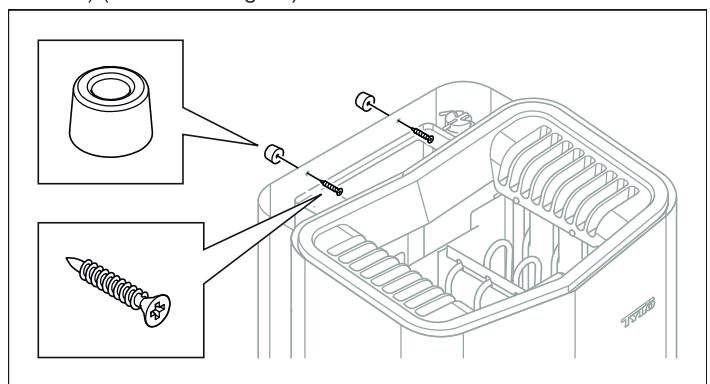

Afbeelding 11: Hang de kachel aan de wand.
9. Hang de kachel aan de steun (zie afbeelding 11).